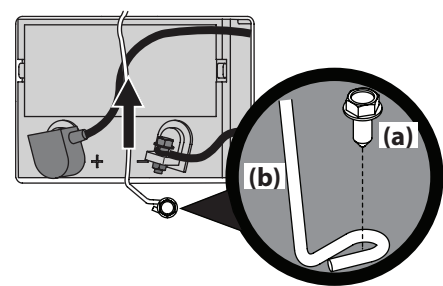

Figura 4-11
- 1. Extraiga el tornillo de cabeza hexagonal (a) que sujeta el soporte de sujeción de la batería (b) al marco. Luego levante el soporte de sujeción de la batería (b) para liberar la batería. Consulte Figura 4-11.